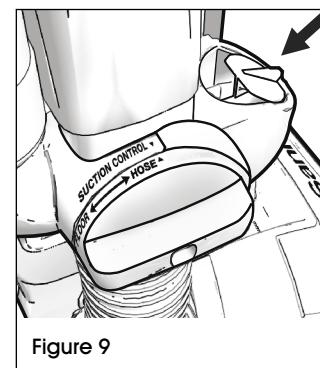

Figure 9
2. La soupape doit être en position horizontale avec l'indicateur pointant vers le réglage de tuyau. (Voir Figure 9)